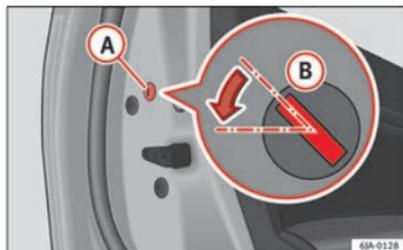

Abb. 4 Hintertür: Notverriegelung.
- Entfernen Sie die Abdeckkappe **A** »» **Abb. 4**.